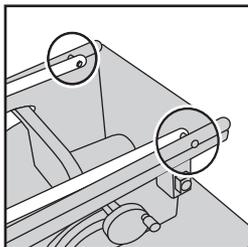

Abb. 8
- Auf der anderen Seite wiederholen. (**Abb. 8**).